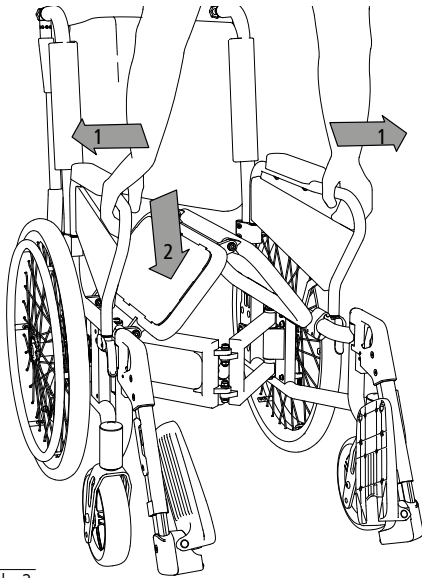

Abb. 2
1. Ställ upp dig framför rullstolens framsida, ta tag i sidoskyddens rör framför armstöden och tryck utåt (1, bild 2).
2. Tryck sedan med handflatan nedåt på främre delen av en av sittytorna (2, bild 2) tills stolen har fällts upp fullständigt.